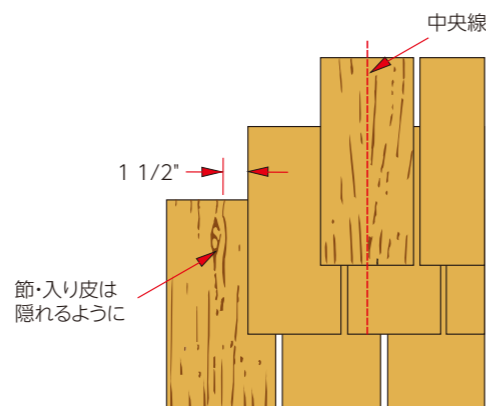

図5a : 並べ方
5. 板目と桁目が混在するグレードのシングルについては、継ぎ手と上下のシングルの中央線とが同線上にならないように設置します。(図:5a)